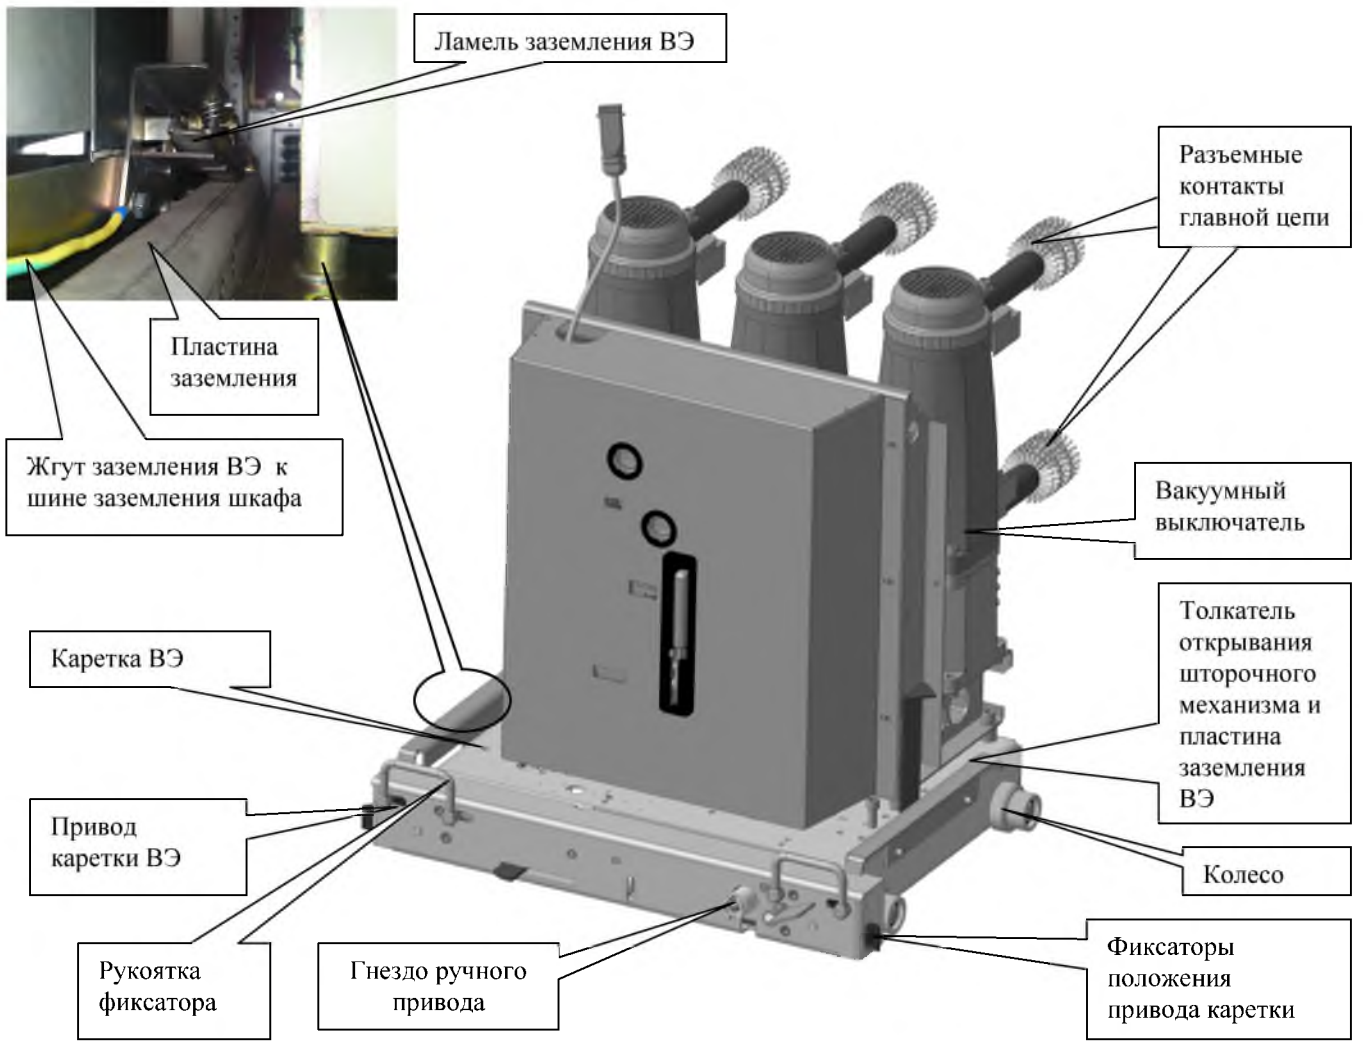
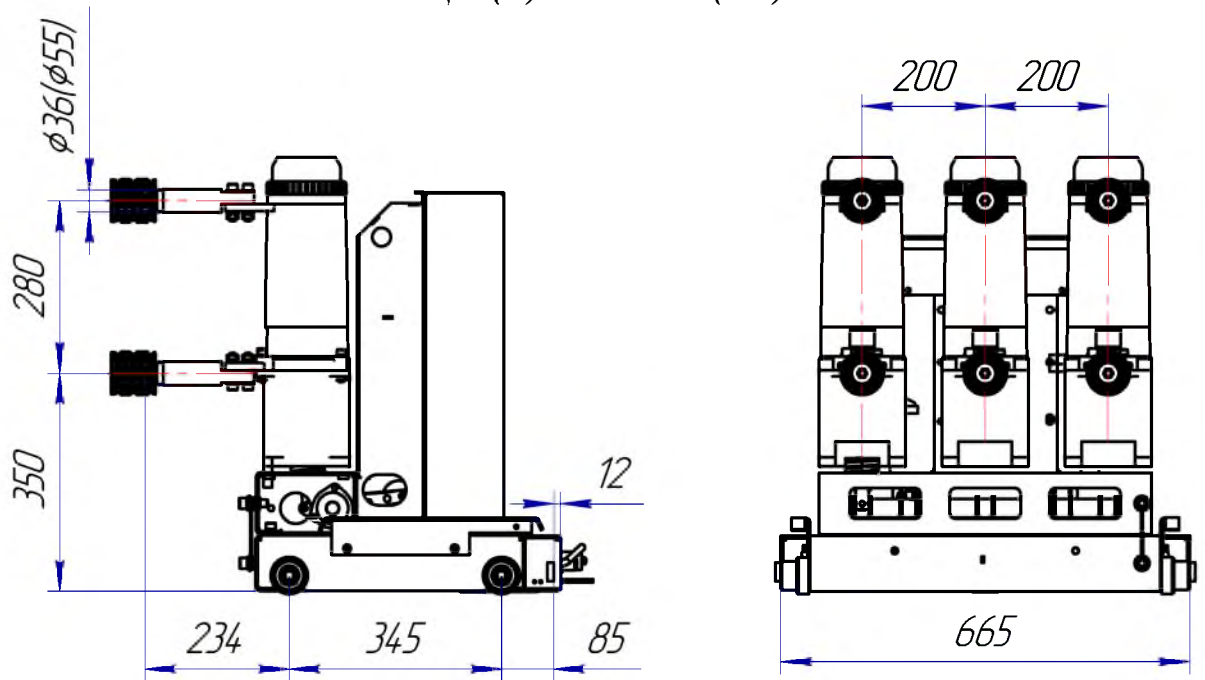

Рисунок 23 - Выдвижной элемент с вакуумным выключателем ВВУ-СЭЩ-Э(П)-10-40/1600(630)У2
Рисунок 24 - Выдвижной элемент с вакуумным выключателем ВВУ-СЭЩ-Э(П)-10-40/1600(630)У2 (основные присоединительные размеры)
На основании выдвижного элемента с обеих сторон установлены упоры, которые при вкатывании и выкатывании элемента управляют работой шторочного механизма шкафа (Рисунок 23).
Для обеспечения постоянного электрического контакта выдвижного элемента и его каретки со шкафом предусмотрены узлы заземления на корпусе шкафа, закрепленные по бокам каретки выдвижного элемента (Рисунок 23).
- выдвижной элемент вакуумного выключателя ВВУ-СЭЦ-ПЗ-10-40/1600(630)У2 (Рисунок 23, Рисунок 24);